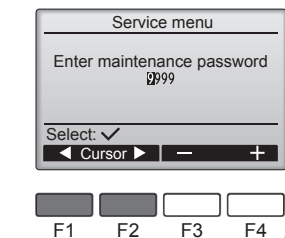

Fig. 7-2
① Ana menüden "Service" (Servis) öğesini seçin ve düğmesine basın.
② Servis menüsünü seçildiğinde, bir pencere açılarak parola isteyecektir. (Fig. 7-2)